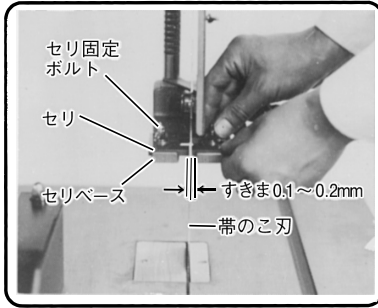

図 18
(1) 上部セリの調整 (図18)
- ① 帯のこ刃が正しく張られた状態で、セリ固定ボルト(2本)を付属の10mmスパナでゆるめます。
- ② セリと帯のこ刃のすきまが0.1~0.2mm(はがき1枚分程度)になるようセリを調整します。
- ③ 調整が終わりましたら、セリ固定ボルトで固定してください。